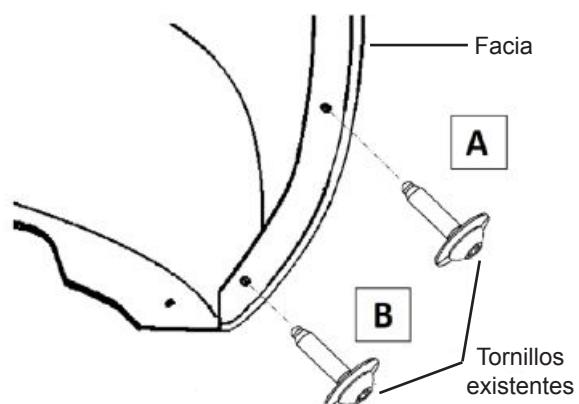

Figura 2
- Monte la salpicadera y vuelva a instalar los tornillos existentes en la ubicación **A** y **B**, apriete mientras sostiene la parte hacia arriba y dentro de la facia. Vea la **Figura 2** para el lado izquierdo y la **Figura 4** para el lado derecho.
- Jale la salpicadera ligeramente de la ubicación **C**, instale la tuerca U incluida sobre el orificio perforado con la característica roscada viendo hacia arriba en el interior del tablero para el lado izquierdo (vea la **Figura 2**), viendo hacia arriba sobre la parte superior del tablero para el lado derecho (vea la **Figura 4**).